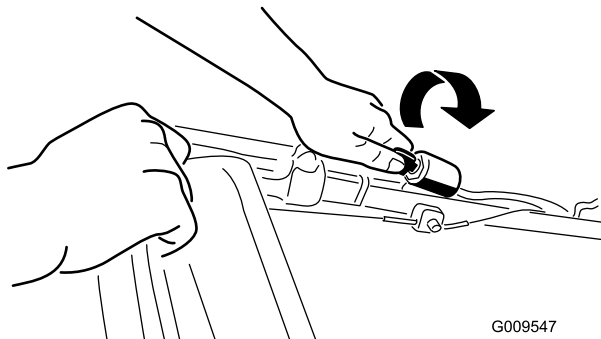
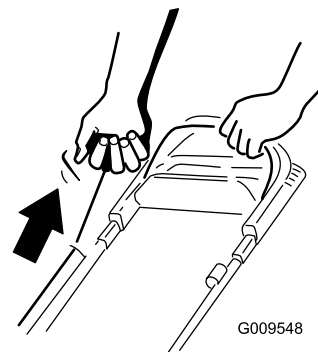

Figura 11
Figura 12
2. Gire la llave de contacto (Figura 11) (modelos de arranque eléctrico solamente) o tire del arrancador de retroceso (Figura 12).
**Nota:** Cuando tire del arrancador de retroceso, debe tirar suavemente hasta que note resistencia; luego tire con fuerza (Figura 12). Deje que la cuerda vuelva lentamente al manillar.